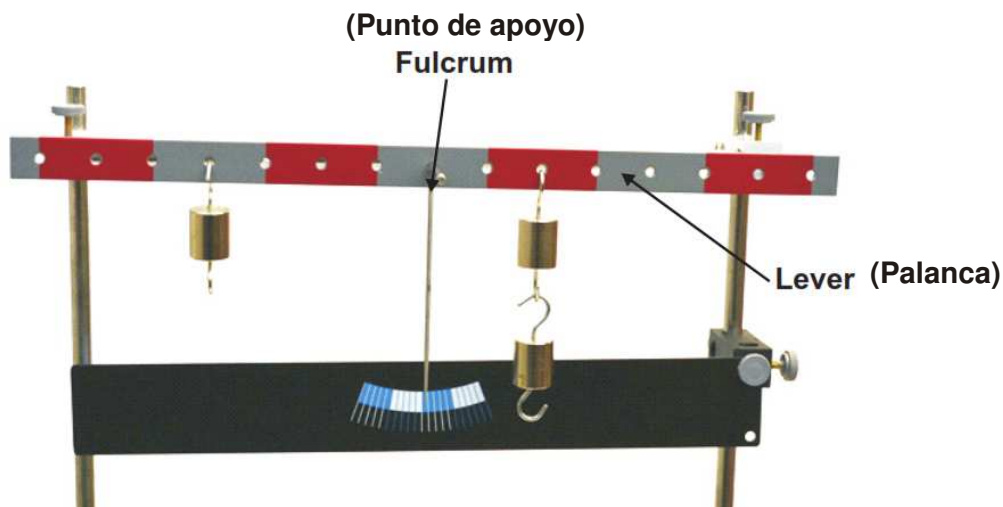

Figura 12-4
2. Etiquete el brazo de palanca y el punto de apoyo en la figura 12-4.
1. Instale el aparato como se muestra en la figura 12-4